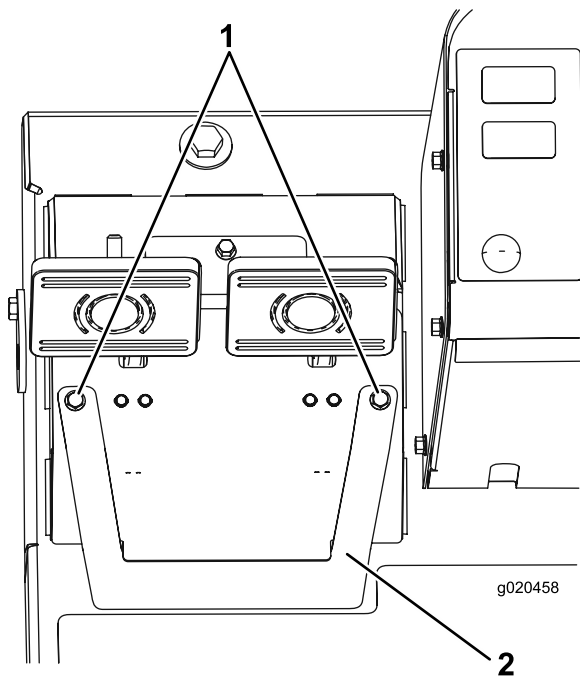

Рисунок 96
- А. Ослабьте 2 крепежных винта и снимите крышку регулировки тормоза (Рисунок 96).